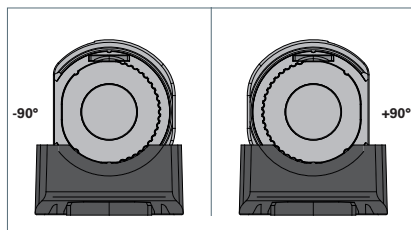

Fig. 5: Aligner le luminaire à -90° ou $+90^\circ$.
- Tournez le luminaire à la position angulaire -90° ou $+90^\circ$, voir Fig. 5.